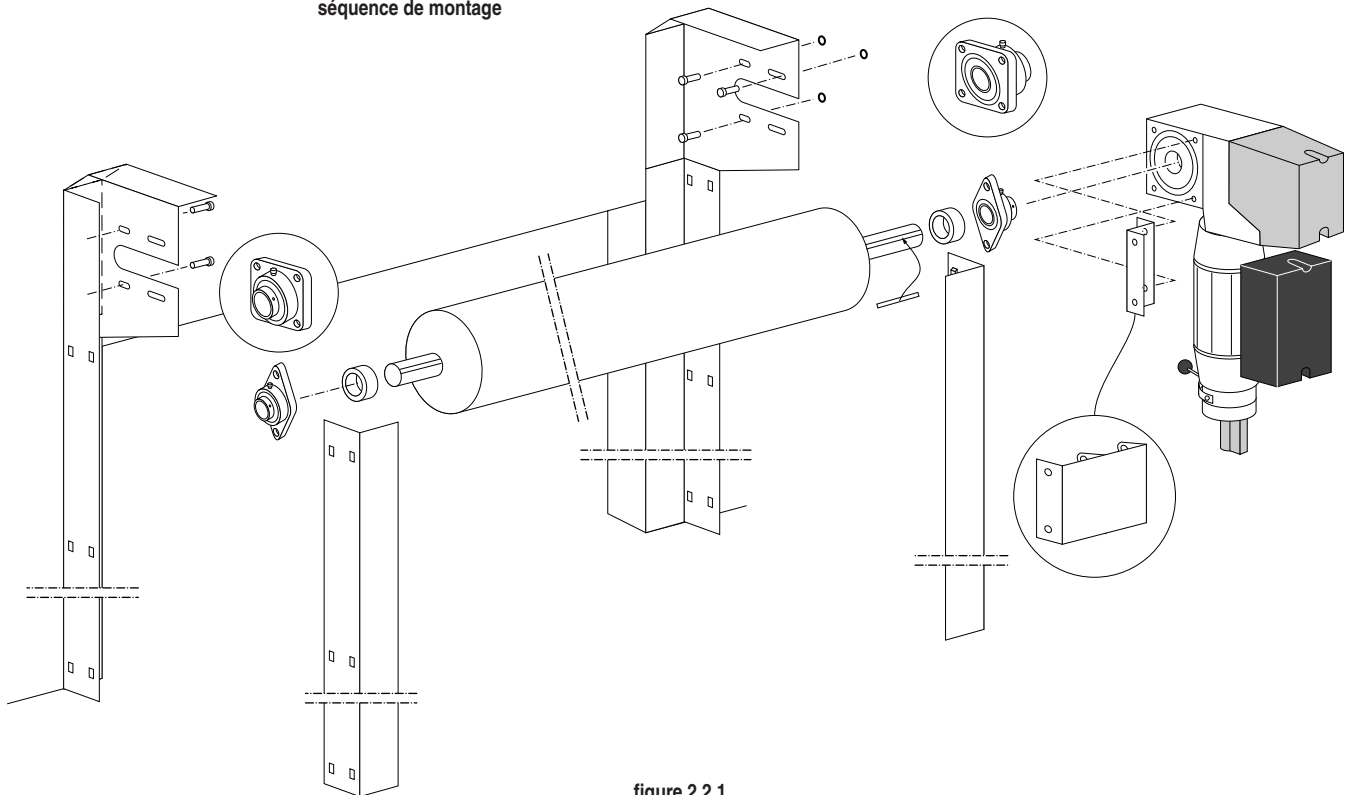

figure 2.2.1
- 1 Placez les bagues et les paliers sur chaque côté de l'axe (figure 2.2.1)